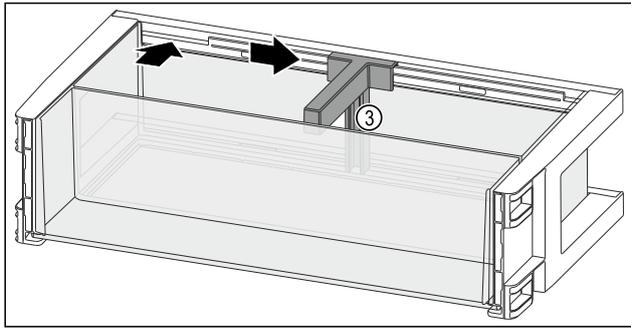

Fig. 115
- ▶ 将瓶托 Fig. 115 (3) 装入槽中。
- ▶ 将瓶托 Fig. 115 (3) 推至一侧的所需位置。